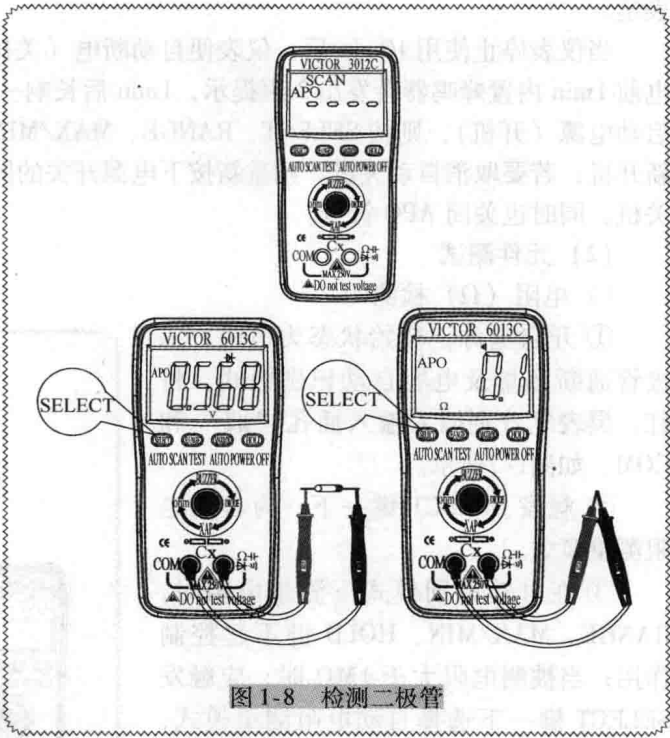

图 1-8 检测二极管
① 开启电源，初始状态为电阻、二极管通断测量及电容自动识别模式，将红、黑表笔分别插入输入插孔 Ω/h 和 COM，如图 1-8 所示。
② 触发 SELECT 键两下，为通断测量模式。
③ 触发 SELECT 键三下，为二极管测量模式。测量二极管时，红色表笔接到二极管的正极，黑色表笔接到二极管的负极，仪表将显示二极管的正向压降，反之则显示 OL。
④ 注意：